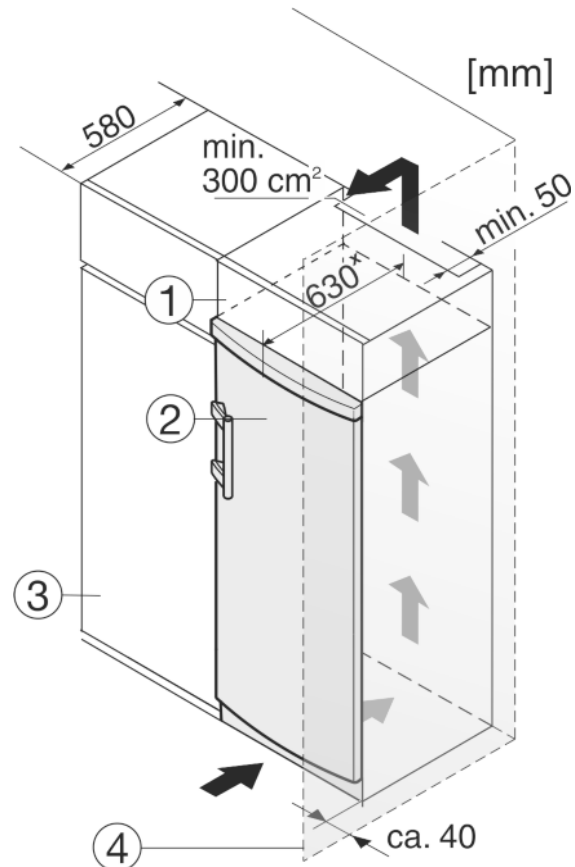

Fig. 10
Das Gerät kann mit Küchenschränken umbaut werden. Um das Gerät Fig. 10 (2) der Küchenzeilenhöhe anzugleichen, kann über dem Gerät ein Aufsatzschrank Fig. 10 (1) angebracht werden.
Beim Umbau mit Küchenschränken (Tiefe max. 580 mm) kann das Gerät direkt neben dem Küchenschrank Fig. 10 (3) aufgestellt werden. Das Gerät steht seitlich 34 mm \* und in der Gerätemitte 50 mm \* gegenüber der Küchenschrankfront vor.
Wenn das Gerät mit den Scharnieren neben einer Wand Fig. 10 (4) aufgestellt wird, muss der Abstand zwischen Gerät und Wand mindestens 40 mm betragen. Dies entspricht dem Griffüberstand bei geöffneter Tür.